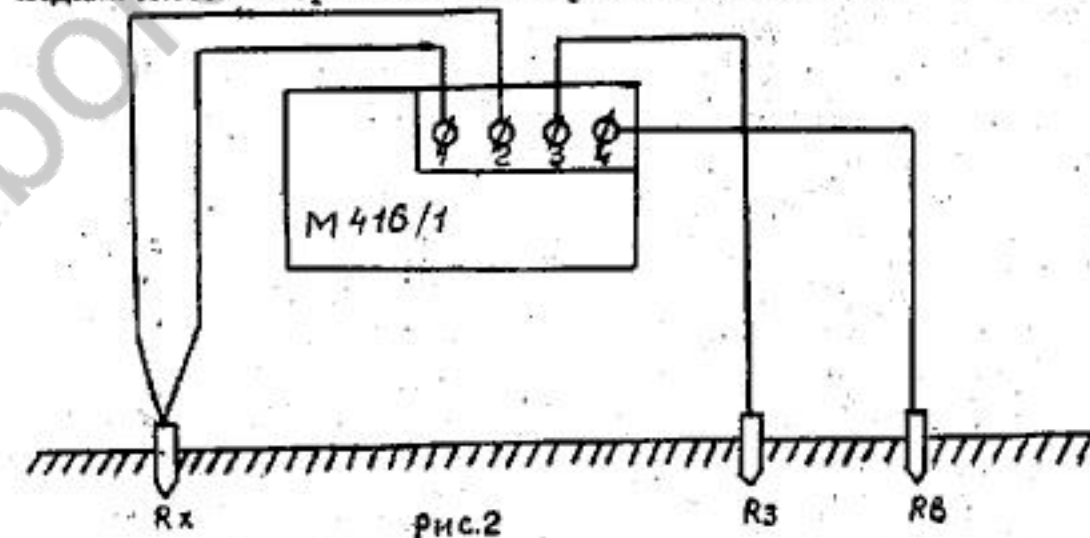

рис.2
Подключите измеритель к электродам по схеме Рис.2 или Рис.3 и проведите измерение по методике п.6.2.4.
6.2.3. Подключить измеритель по схеме рис.2 или рис.3. Четырехзжимная схема (рис.2) позволяет исключить из результата измерения сопротивление соединительного проводника, поэтому ее применяют при измерении малых сопротивлений, когда сопротивление соединительного проводника соизмеримо с измеряемым.